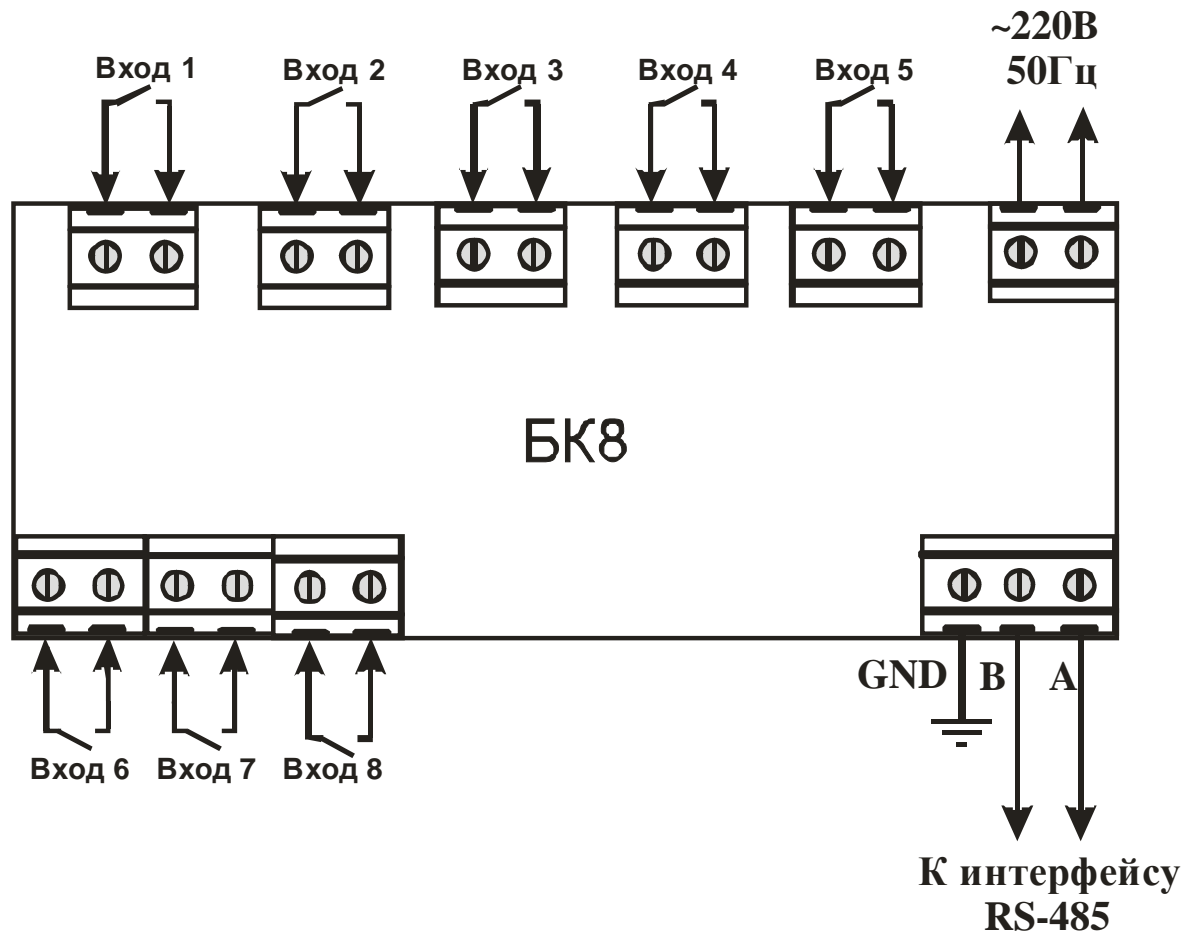

Рисунок 5.1 – Схема подключения источника питания, интерфейса связи и входных устройств
5.2 Проложите линии связи, предназначенные для соединения прибора с сетью питания, интерфейсом связи и исполнительными устройствами с учетом расположения клеммников на передней панели прибора (см. рисунок 5.1).